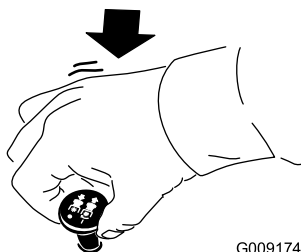

Figura 27
1. Disinserite le lame spostando il comando delle lame in posizione di SPEGNIMENTO (Figura 27).